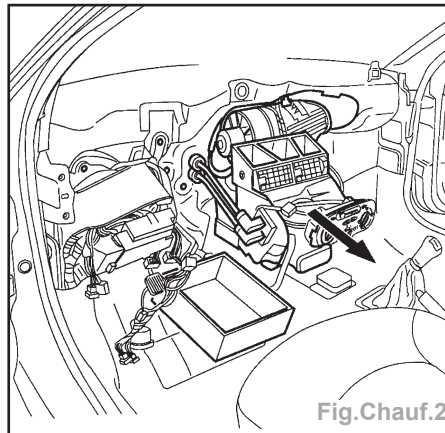

Fig.Chauf.2
- Tirer vers soi le climatiseur et le déposer (Fig.Chauf.2).